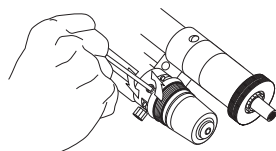

Figure 12
- 2) desserrer le bouchon d'évacuation d'air (L) à l'aide d'une clé Allen (3 mm) comme illustré en la fig. 12;